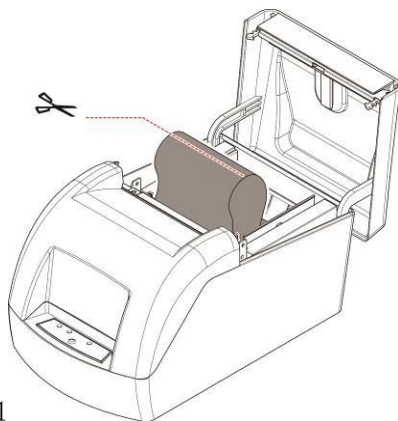

图 1
- (1) 装纸时应将纸端剪齐对准入纸口插入，并均匀用力将纸端前送，直至进纸马达转动，自动将纸带出。若装纸时纸端卡在入纸口,发生卡纸，关闭电源将纸拉出。将纸端褶皱部分剪去，重新装纸。如果黑标有效，将自动进纸到打印起始位置。
- (2) 更换纸卷时，如图 1 示将纸剪断，按走纸按键使打印机内余下的纸张退出，避免直接从进纸口处拔出纸张，以防纸屑卡在纸道内。